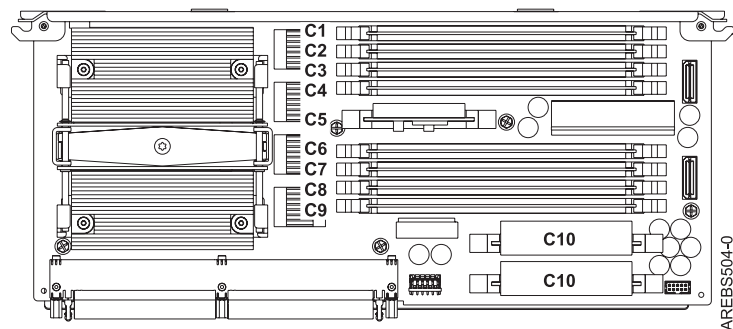

Figure 26. Emplacement des logements pour modules de mémoire dans le bloc processeur
9. Déterminez les logements dans lesquels les modules de mémoire seront placés. Chaque bloc processeur système est doté de huit logements de modules de mémoire. Voir tableau 4, à la page 32 pour vous assurer que les modules de mémoire sont équilibrés sur chaque bloc processeur. Les modules de mémoire doivent être insérés dans les logements de la manière indiquée dans le tableau. Pour les emplacements des modules de mémoire dans le bloc processeur système, voir la figure 26, à la page 33.